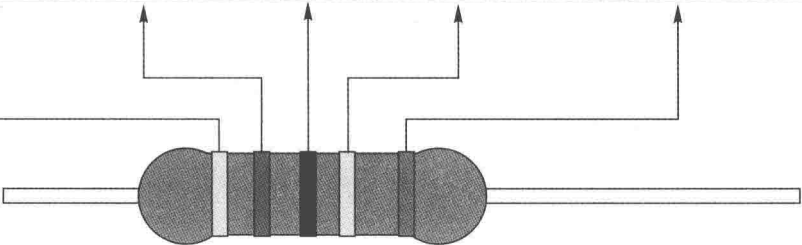

图 2.7 电阻色标
(2)电阻标识。电阻器上标注的色标(色环)表明了电阻的阻值和精度特性(见图 2.7)。